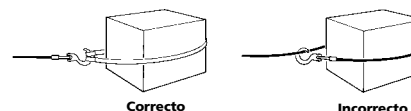

Figura 4
7. Nunca enganche el cable de alambre sobre sí mismo porque podría dañar el cable de alambre. Use una eslinga de nilón (figura 4). Enganchar el cable sobre sí mismo puede dañarlo. Al usar una eslinga, asegúrese de que ésta esté bien asentada en el gancho.